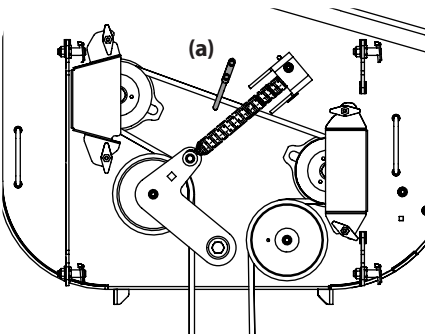
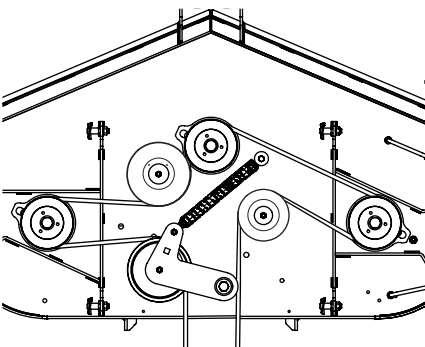

Figura 20
Figura 21
5. Inserte la nueva correa como se muestra en la Figura 20 para plataformas de 36" y la Figura 21 para plataformas de 48" y 54". Luego, reinstale la plataforma.